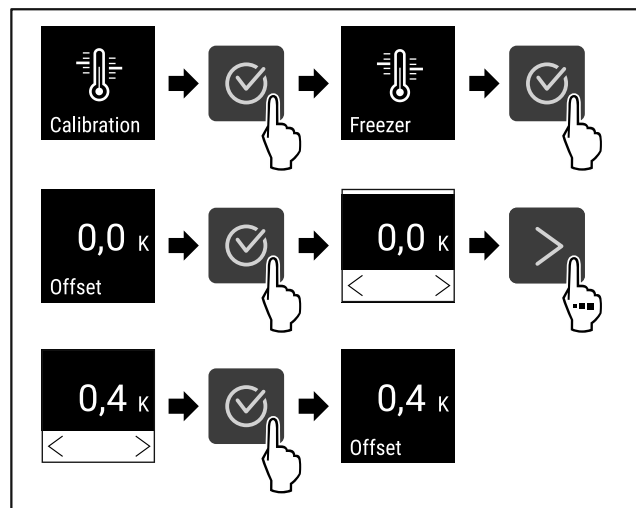

Fig. 96
- ▶ Handlungsschritte (siehe Fig. 96) durchführen.